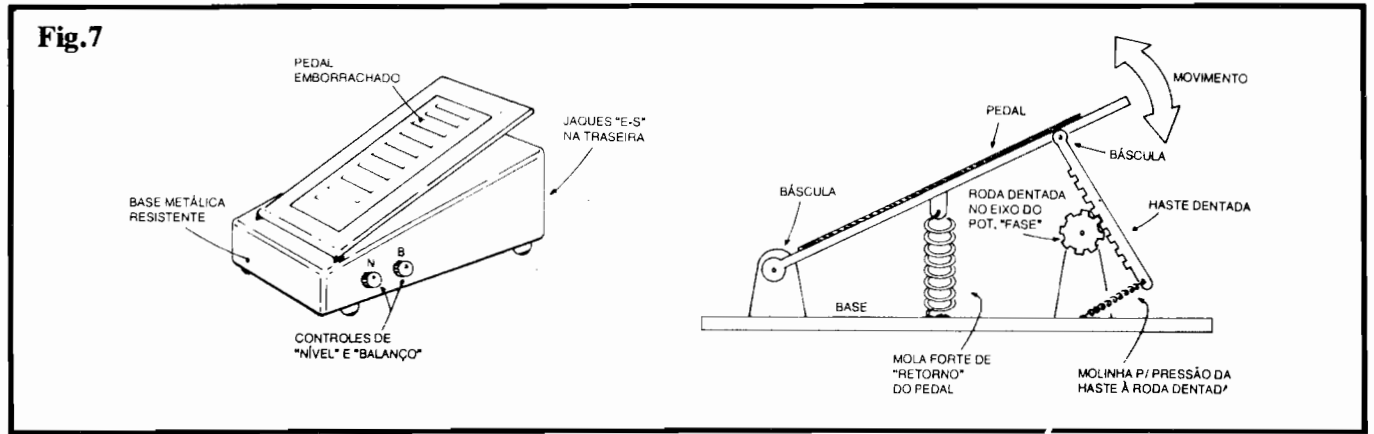

Fig.7
- FIG. 7 - SOFISTICANDO MECANICAMENTE O ACIONAMENTO (SISTEMA "DE PEDAL"...) - Um sistema de acionamento e utilização mais apreciado pelos músicos (porque "libera" as mãos para a execução do instrumento...) é o de "pedal" (a grande maioria dos "efeitos" industrializados, são acionados por pedal...). Se o Leitor/Hobbysta/Músico for do tipo que gosta de realizar trabalhos artesanais, e tem algumas habilidades "mecânicas", não deverá encontrar dificuldades "intransponíveis" para reproduzir as idéias esboçadas no diagrama... A base de tudo deve ser uma caixa metálica (ou de plástico bem forte...), longa e baixa, se possível com um formato levemente trapezoidal, em "rampa", para maior conforto do operador e maior elegância no arranjo... Pés de borracha, na base do container, darão estabilidade e firmeza ao conjunto, evitando que o PHASIM "escorregue" pelo chão, quando o pedal for pressionado pelo pé do músico... O